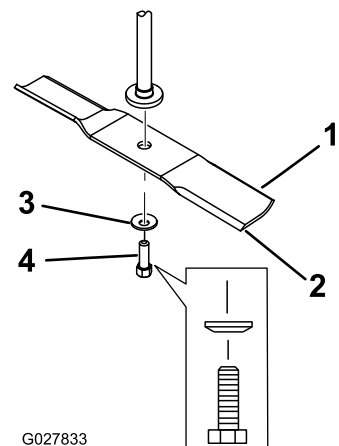

Figure 64
2. Enlevez de l'axe, le boulon, la rondelle bombée et la lame (Figure 64).
1. Placez la lame sur l'axe (Figure 64).
2. Posez la rondelle courbe (face concave vers la lame) et le boulon de lame (Figure 64).